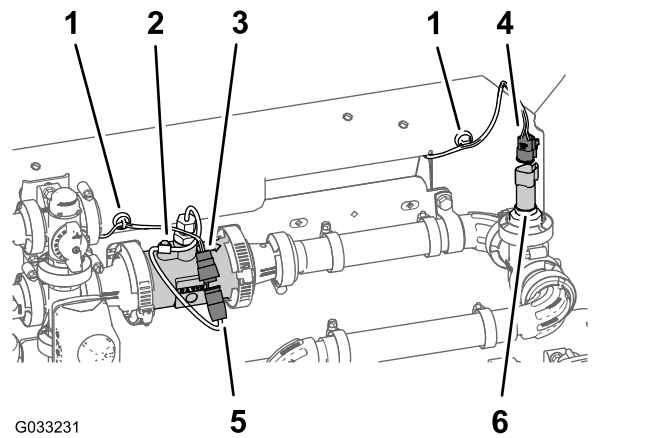

Figure 101
- Acheminez les connecteurs de la branche de 203 cm du faisceau identifié par les mentions **Flow Meter** (débitmètre) et **Pressure Transducer** (transducteur de pression) à l'arrière du support de collecteur (Figure 101).
- Branchez le connecteur à 3 douilles de la branche de 203 cm du du faisceau pour le débitmètre (non identifié) au connecteur à 3 broches du faisceau du débitmètre (Figure 101).
- Branchez le connecteur à 3 douilles de la branche de 203 cm du du faisceau associé au **transducteur de pression** (identifié) au connecteur à 3 broches du transducteur de pression (Figure 101).
- Collez les ancrages magnétiques de faisceau pour le débitmètre et le transducteur de pression sur la surface du support de collecteur (Figure 101).